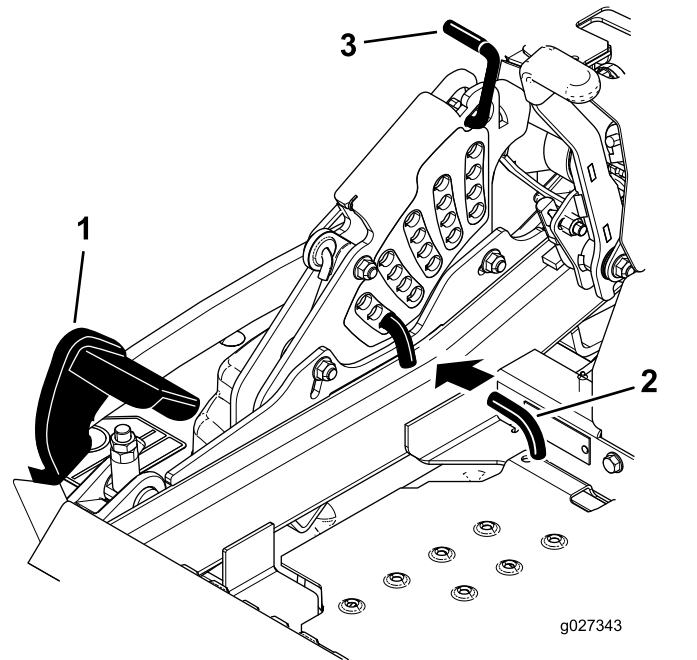

Figure 108
5. Enfoncez la pédale de levage du tablier de coupe au maximum pour verrouiller le tablier à la position transport de 14 cm (5½ po) (Figure 108).